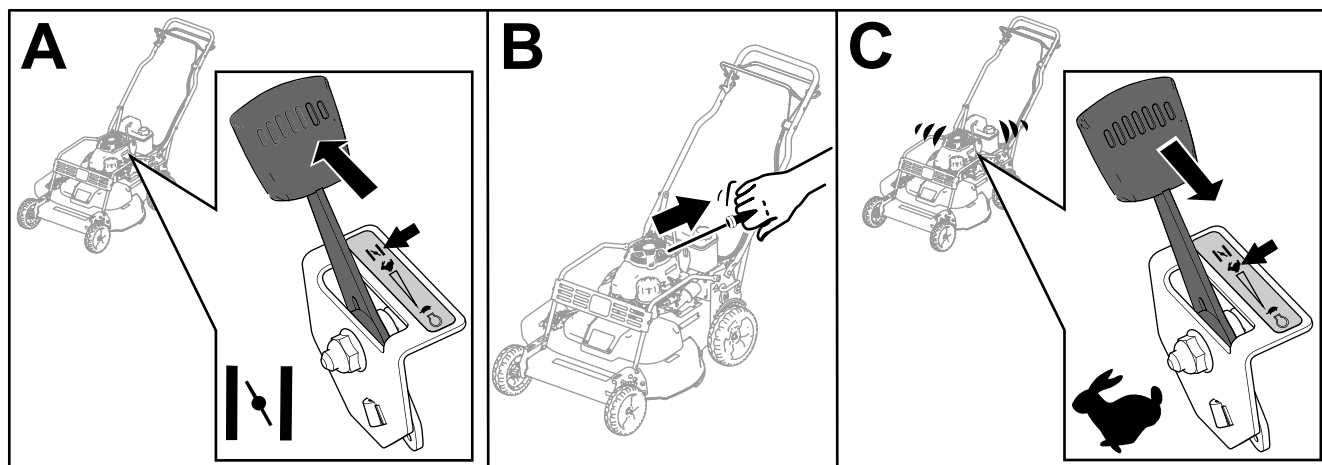

Figure 15
3. Réglez la commande d'accélérateur en position STARTER (A de Figure 15).
4. Tirez légèrement sur la poignée du lanceur jusqu'à ce que vous sentiez une résistance, puis tirez vigoureusement (B de Figure 15).
5. Amenez la commande d'accélérateur en position HAUT RÉGIME quand le moteur démarre (C de Figure 15).